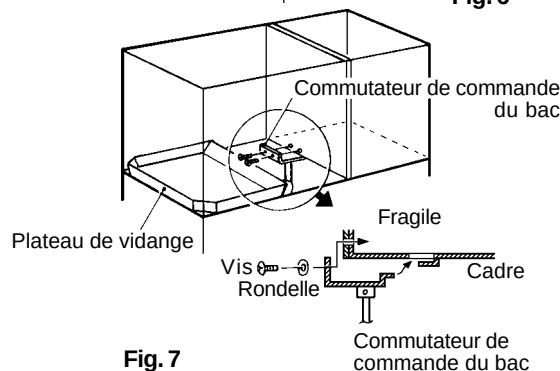

Fig. 7
7) Retirez le ruban d'emballage maintenant le commutateur de commande du bac au plateau de vidange. Fixez le commutateur de commande du bac sur le cadre inférieur gauche du condenseur et vissez-le avec les deux vis et les deux rondelles fournis. Voir Fig. 7.